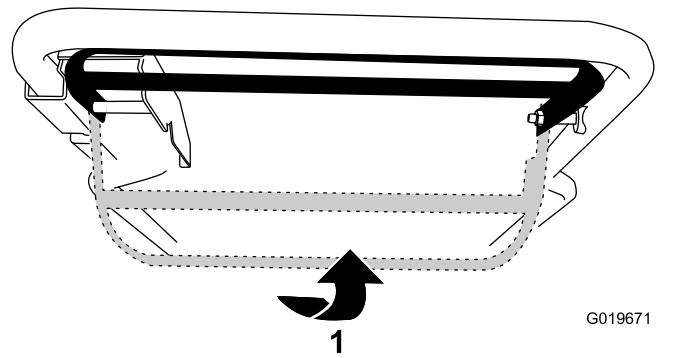

Figure 18
- **Pour utiliser l'autopropulsion sans engager la lame :** Relevez la barre de commande de la lame contre le guidon (Figure 18).